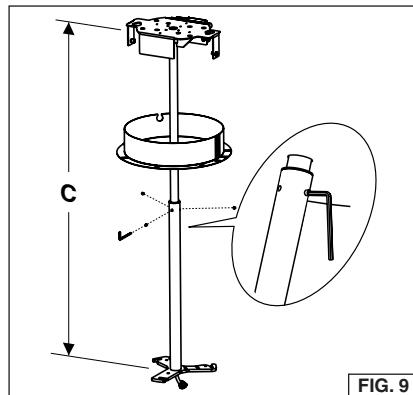

FIG. 9
4. Installez et serrez le trois (3) vis de blocage à l'aide de la clé hexagonale fournie en sac de pièces. Fig. 9